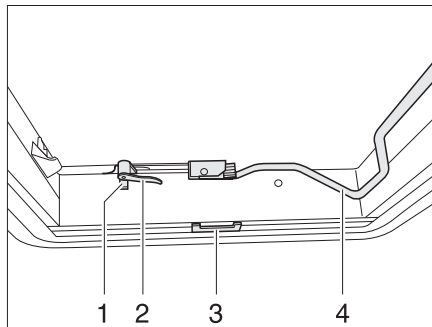
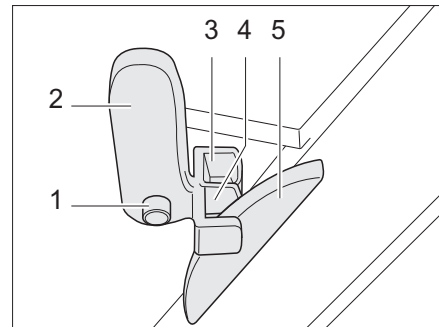

Fig. 50 Claraboya Heki, cerrada
Fig. 51 Claraboya Heki en posición de ventilación 1
- Pulsar el botón de seguridad (Fig. 50,1) y girar la palanca de bloqueo (Fig. 50,2) un cuarto de vuelta hacia dentro.
- Tirar hacia abajo de la horquilla (Fig. 50,4) para desbloquearla.
- Girar la palanca de bloqueo (Fig. 50,2 y Fig. 51,2) un cuarto de vuelta. El saliente del bloqueo del techo (Fig. 51,5) debe encajar en la horquilla de bloqueo superior (Fig. 51,3).
- Presionar el botón de seguridad (Fig. 51,1) y girar hacia atrás la palanca de bloqueo (Fig. 51,2). El saliente del bloqueo del techo (Fig. 51,5) debe encajar en la horquilla de bloqueo inferior (Fig. 51,4).